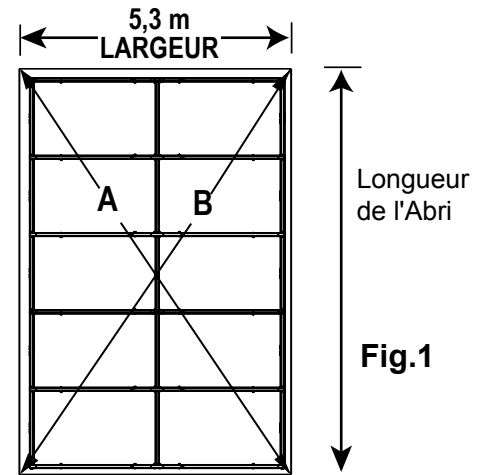

Fig.1
**A.** Piquez l'emplacement de l'abri à l'endroit choisi. La largeur de l'emplacement doit être au moins égale à la largeur de l'abri et sa longueur, à celle de l'abri (fig. 1).